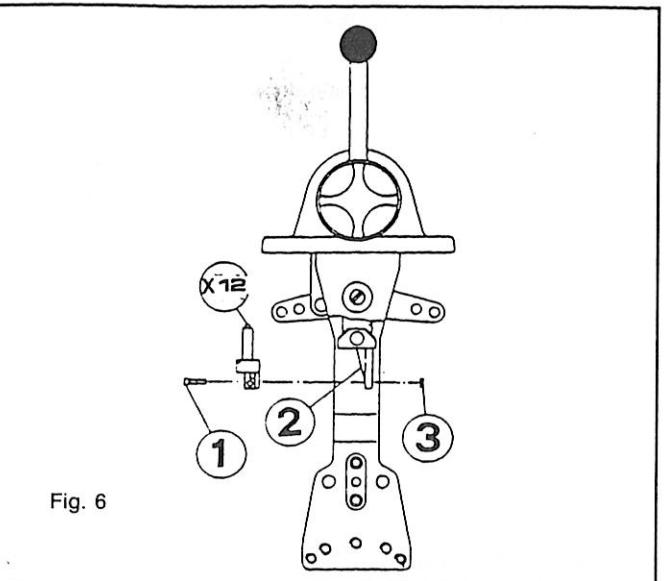

Fig. 6
**N.B.: Qualora fosse necessario usare l'interruttore di sicurezza X12 la sua installazione dovrà essere effettuata secondo le seguenti istruzioni fig. 6.**
**N.B.: In case it should be necessary to use X12 safety switch, its mounting should be made as per the following instructions fig. 6.**
**N.B.: S'il était nécessaire d'utiliser l'interrupteur de sécurité X12, il faudra l'installer selon les instructions suivantes fig. 6.**